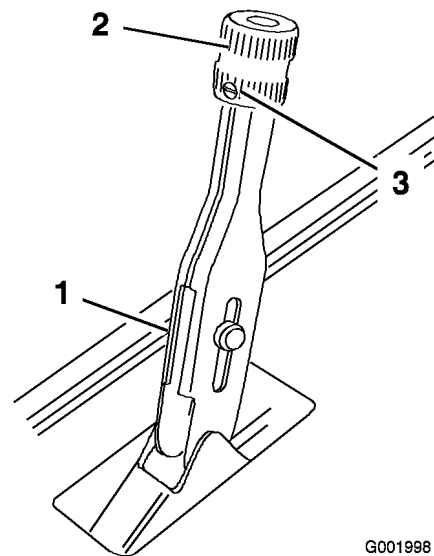

Bild 63
1. Lockern Sie die Stellschraube, mit der das Handrad am Feststellbremshebel befestigt ist (Bild 63).